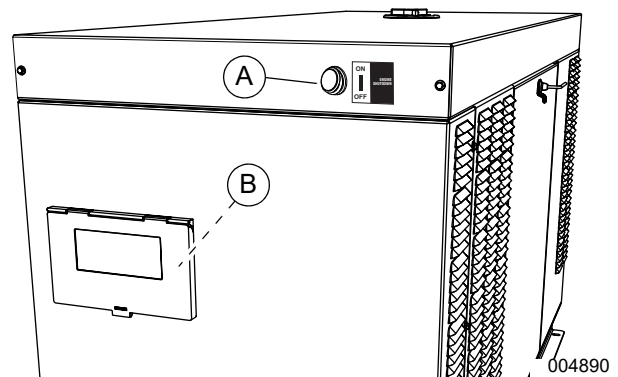

Figura 3-6. Interruptores de desconexión auxiliar
3. Verifique que ambos interruptores de desconexión auxiliar estén ENCENDIDOS (I). Consulte la Figura 3-6 para conocer las ubicaciones.
4. Presione MANUAL en el panel de control (C) para arrancar el motor. Se enciende una luz LED azul para verificar que el sistema está en MANUAL.
Consulte la Figura 3-6. Los generadores de 15 kW y mayores cuentan con dos interruptores de desconexión auxiliar. Uno de los interruptores de desconexión auxiliar (A) se encuentra en el techo del generador y a la derecha de la ventana de visualización. El segundo interruptor de desconexión auxiliar (B) está dentro del gabinete del panel de control.
Consulte la Figura 4-1. El panel de control está ubicado detrás de la ventana de visualización en la parte posterior de la unidad. Consulte la Figura 3-5 y la Figura 3-6.